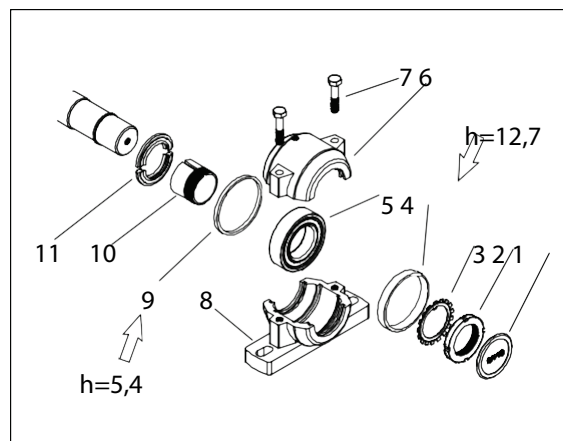

Bild 7a. Lager på matartrattens sida
2. Avlägsna fästskruvarna M10 (7) och de övre lagerhusen (6).
5. Vänd bort säkringsbrickans (3) flik från skåran på axelmuttern och öppna axelmuttern.
6. Ta bort axelmuttern, säkringsbrickan, passringen (4), lagret (5), passringen (9) och ansätARBussningen (10).
7. Montera ansätARBussning, passring (9) och lager på axeln. Notera tjockleken på passring 9. Se bild 7a.
11. Böj in en av säkringsbrickans flikar (3) i en skåra på axelmuttern.
12. Montera den andra halvan av dammskyddet och ändplattan i lagerhuset. Montera passringen (4) på axeln.
1. Öppna lagerhusets lock, se lagerhusets monteringsritning, (bild 7a). Avlägsna gammalt fett så noga som möjligt och tillsätt nytt fett. Fyll dock inte lagerhuset helt.